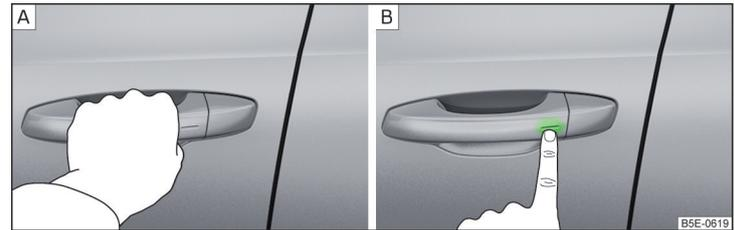

Abb. 33 Fahrzeug entriegeln / Fahrzeug verriegeln
- Den Türgriff greifen, um das Fahrzeug zu **entriegeln** » Abb. 33 - **A**.
- Den Sensor am Türgriff mit dem Finger berühren, um das Fahrzeug zu **verriegeln** » Abb. 33 - **B**.